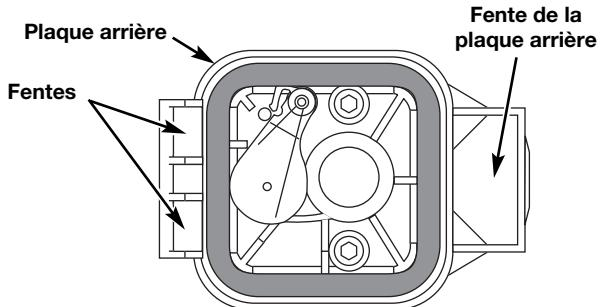

Fig. 30
6. Replacez le filtre (Fig. 30).